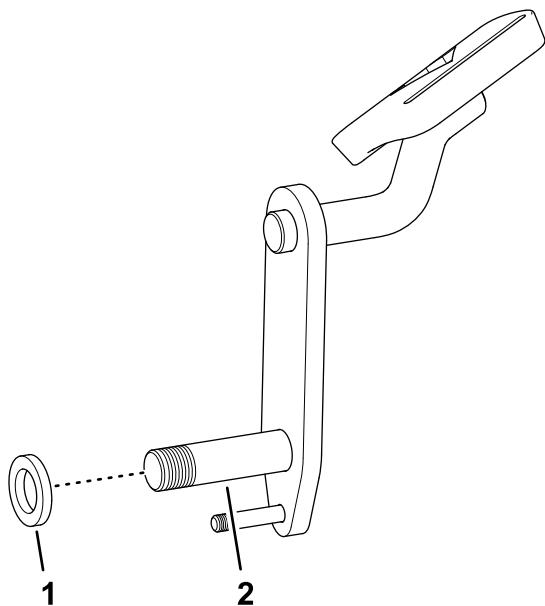

Рисунок 10
7. Установите проставку ($\frac{5}{8} \times 1-1/16$ дюйма) поверх поворотного шкворня педали блокировки (Рисунок 10).